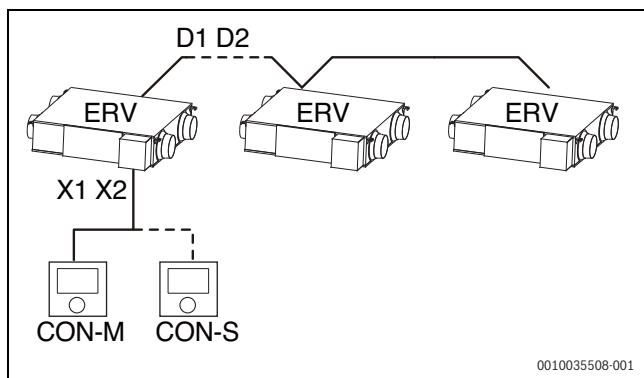

Fig. 17 Unità ERV multiple
- Gruppo di max 16 unità ERV gestite solo da uno o due termoregolatori (master/slave) (→ fig. 17).